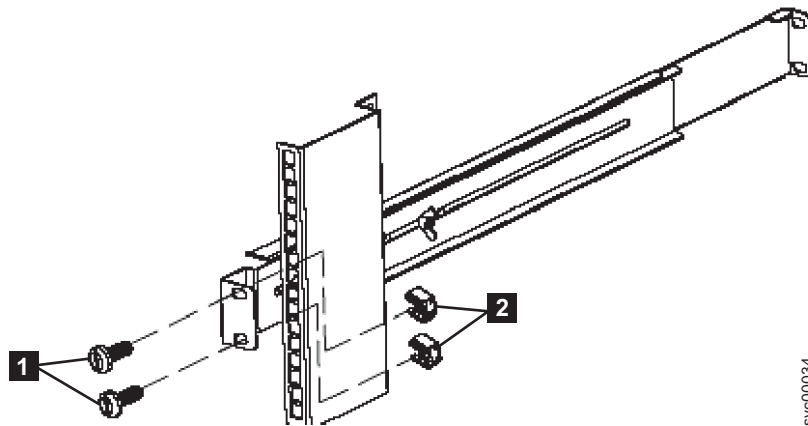

図 26. 2145-1U 無停電電源装置への後部レールの固定
7. 2 つの M6 × 10 ねじ (図 26 の **1**) と 2 つのクリップ・ナット **2** を使用して、レールをラック後部に取り付けます。お客様のラックは、ここに示されているものとは異なる場合があります。その時には、異なるクリップ・ナットまたは締め金具が必要です。